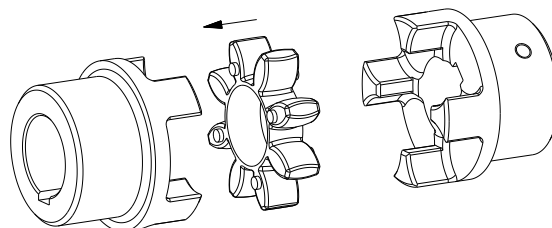

Figura 11: montaggio della corona dentata
- Inserire la corona dentata nella zona camme del mozzo del lato di comando o di presa di forza (vedi figura 11).